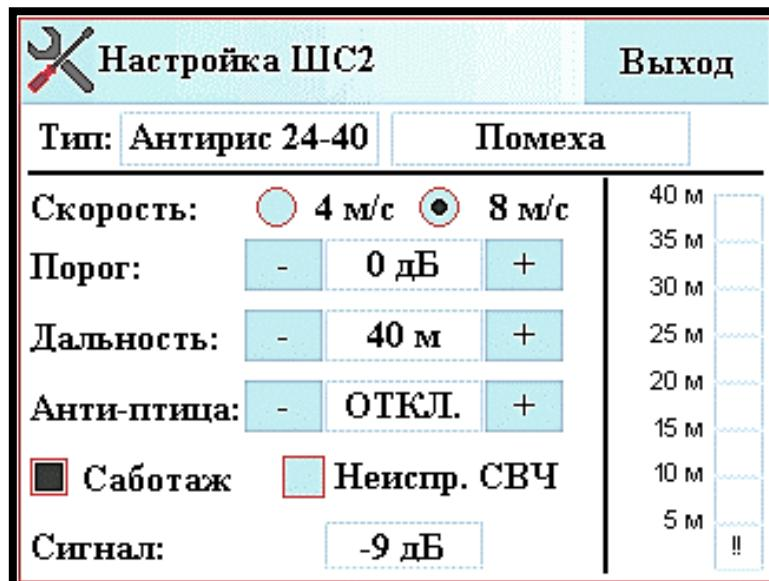
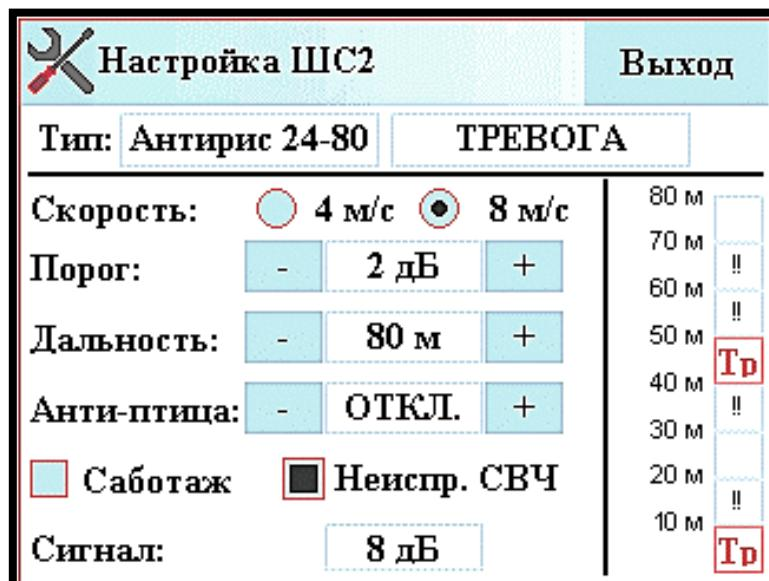
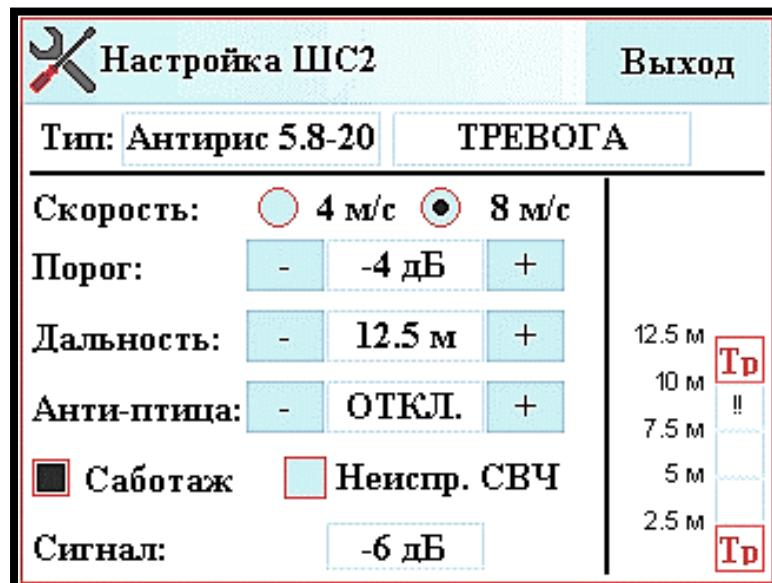
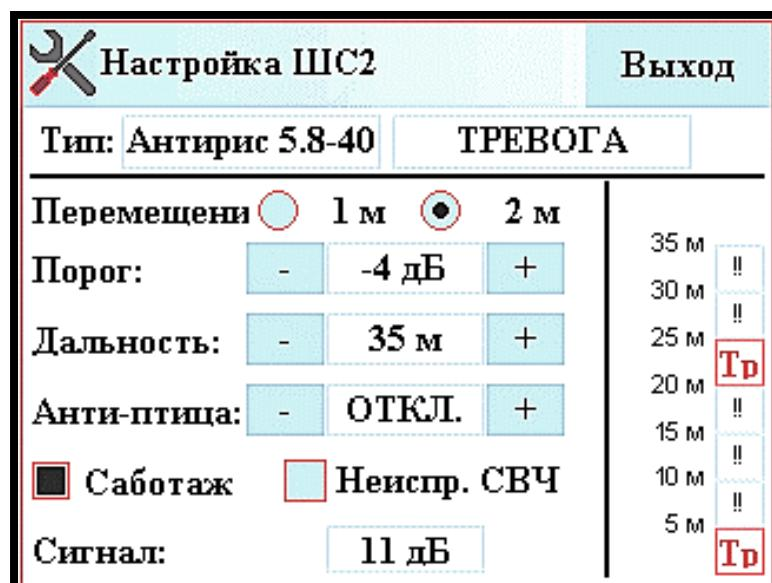

Рисунок 28 - Окно настройка извещателя Антирис-24-40
Рисунок 29 - Окно настройка извещателя Антирис-24-80
Рисунок 30 - Окно настройка извещателя Антирис-5.8-20
Рисунок 31 - Окно настройка извещателя Антирис-5.8-40
3.4.4 Настройка извещателей АНТИРИС-24-40 (окно настройки – см. рисунок 28), АНТИРИС-24-80 (окно настройки – см. рисунок 29), АНТИРИС-5.8-20 (окно настройки – см. рисунок 30), АНТИРИС-5.8-40 (окно настройки – см. рисунок 31)